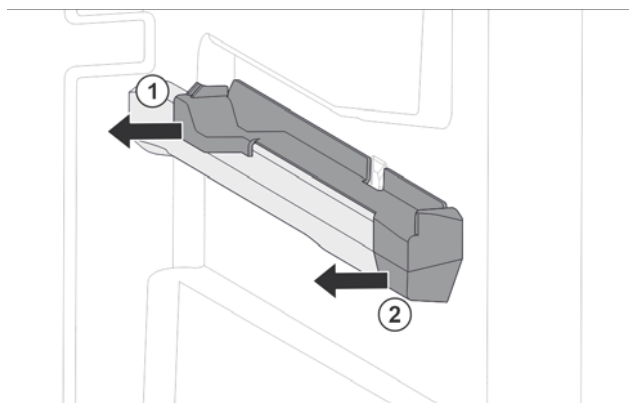

Fig. 79 Вставная часть на правом контейнерном ребре
- Отодвиньте вставную часть сзади в сторону. Fig. 79 (1)
- Отодвиньте вставную часть спереди в сторону. Fig. 79 (2)